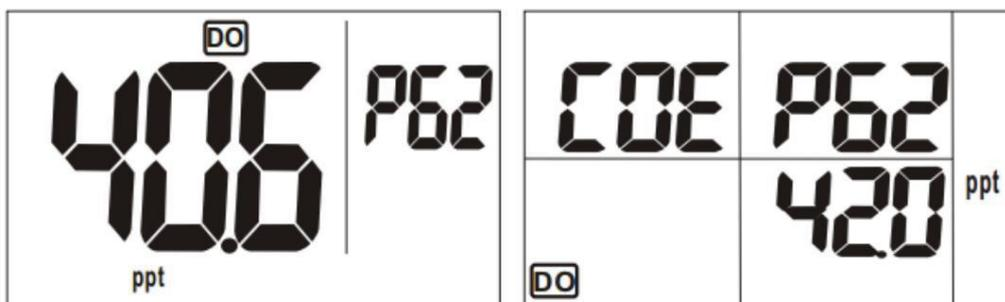

Рис. 12
2. Затем нажмите кнопку «ENTER», чтобы войти в P62 в ppt, значение будет мигать на экране (рис. 12). Вы можете вручную войти на настройки компенсации солености. (Используйте значение солености, измеренное датчиком проводимости). Нажмите кнопку «**←**» или «**→**», чтобы настроить соленость. Значение может колебаться в диапазоне между 0,0 и 42,00 ppt. 3.